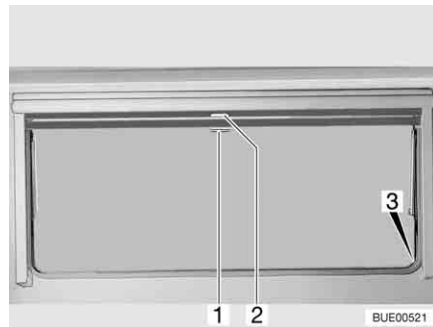

Bild 60 Ausstellfenster
- Verdunklungsrollo am Griff (Bild 60,2) nach unten ziehen. Wenn das Verdunklungsrollo ganz geschlossen wird, das Verdunklungsrollo auf beiden Seiten am Fensterrahmen in die Arretierung (Bild 60,3) einhängen.
- Wenn das Verdunklungsrollo vollständig geschlossen ist: Den Griff (Bild 60,2) nach unten drücken und den Griff dabei leicht nach innen ziehen. Das Verdunklungsrollo aus den Arretierungen links und rechts am Fensterrahmen aushängen.
- Wenn sich das Verdunklungsrollo in Zwischenposition befindet: Den Griff (Bild 60,2) leicht nach unten ziehen, bis sich die Arretierung gelöst hat.
- Insektenschutzrollo am Griff (Bild 60,1) nach unten ziehen und auf beiden Seiten am Fensterrahmen in die Arretierung (Bild 60,3) einhängen.
- Griff (Bild 60,1) nach unten drücken und den Griff dabei leicht nach innen ziehen. Das Insektenschutzrollo aus den Arretierungen links und rechts am Fensterrahmen aushängen.